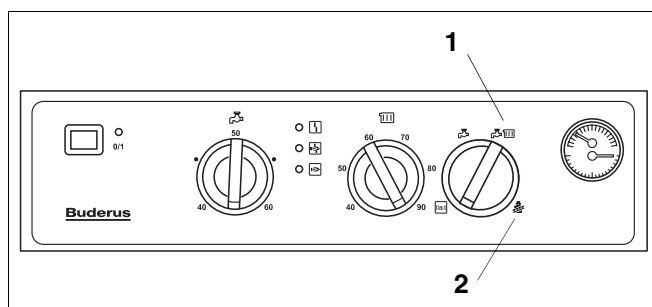

Рис. 24 Сфера обслуживания
- Установить переключатель режимов работы в положение  (рис. 24, поз. 1).